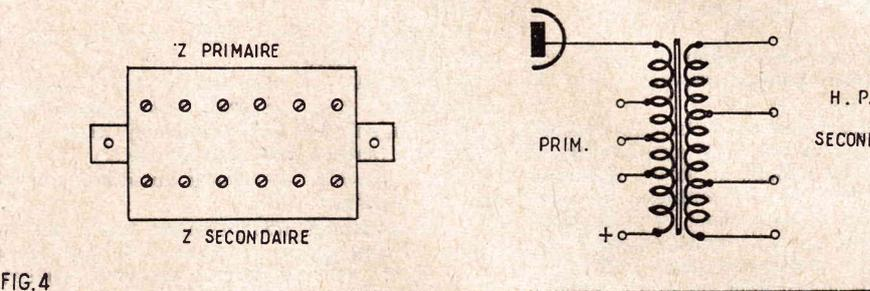

FIG. 4
FIG. 4. — Un tube EL84 peut fonctionner avec une impédance primaire-plaque (Z) assez élastique : 5 000 à 8 000 ohms, donc avec un rapport (X) $\sqrt{\frac{z}{Z}}$ = x qui n'est pas critique si l'on se tient dans des valeurs d'utilisation normale.